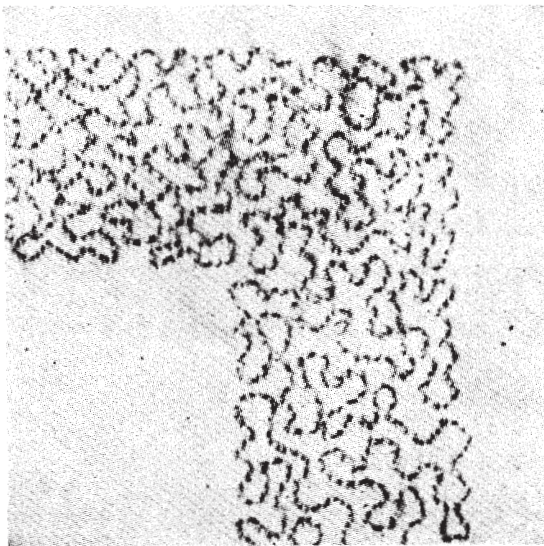
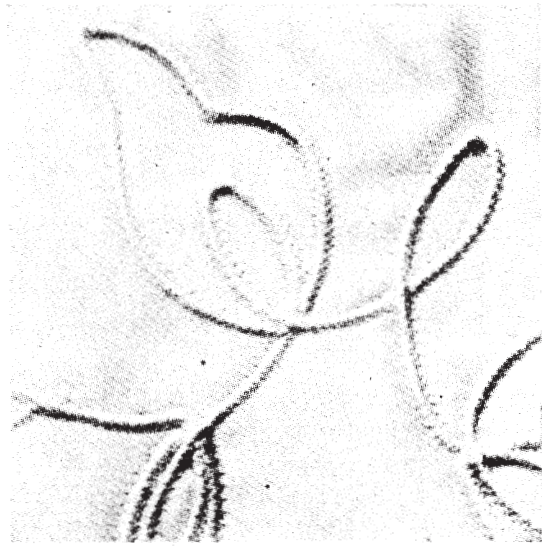

図 33 紐付け縫いの例 (A)
図 34 紐付け縫いの例 (B)
(2) **紐つけ** 紐や毛糸などをとめながら、画をえがく刺しゅうを紐つけ刺しゅう、コードつけ刺しゅうなどと呼びます。(図33、図34)